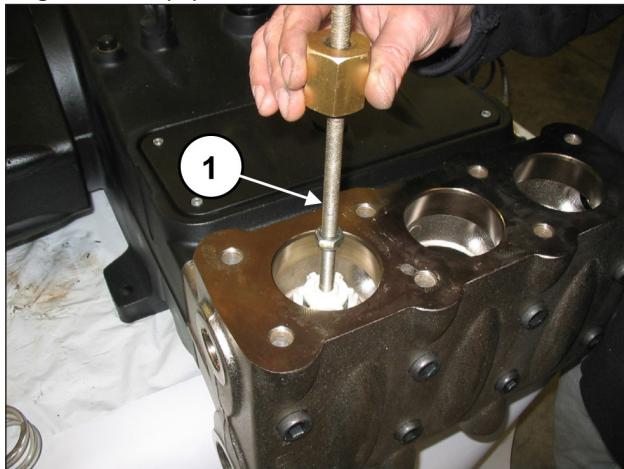

Fig. 92
Extraire l'ensemble de la soupape de refoulement à l'aide d'un extracteur à inertie (réf. 27516400) à appliquer sur le trou M10 du guide de soupape (rep. ①, Fig. 92) ou, en complément, un adaptateur M10-M16 (réf. 25089700) à fixer sur le filetage M16 du guide de soupape.